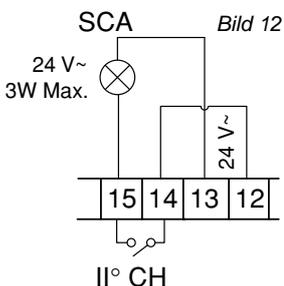

Bild 12
- 14 und 15: Anschluß einer Torstatusanzeige (24 V / 3 W) oder Abgriff des zweiten Funkkanals (wird im Menü der Betriebslogiken eingestellt) - Punkt 12.c. und Bild 12 beachten